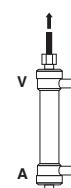

Fig.4 / Abb. 4 / Εικ. 4
- 6) Lave o lado sanguíneo do dialisador e a linha sanguínea com mais de 1000 mL de soro fisiológico a cerca de 100 mL/min. (Fig. 4)